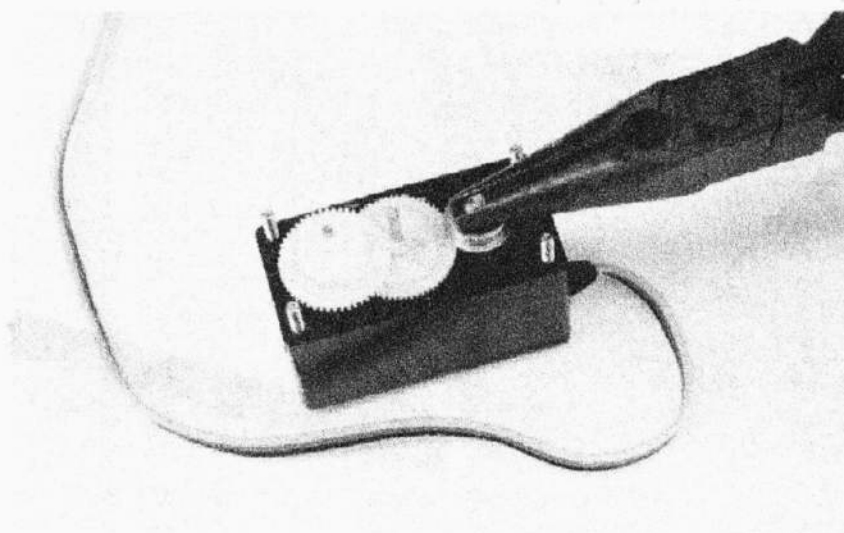

Рис. 15.14. Установите потенциометр в центральное положение
7. Возьмите небольшие плоскогубцы и установите потенциометр в центральное положение, как показано на рис. 15.14.